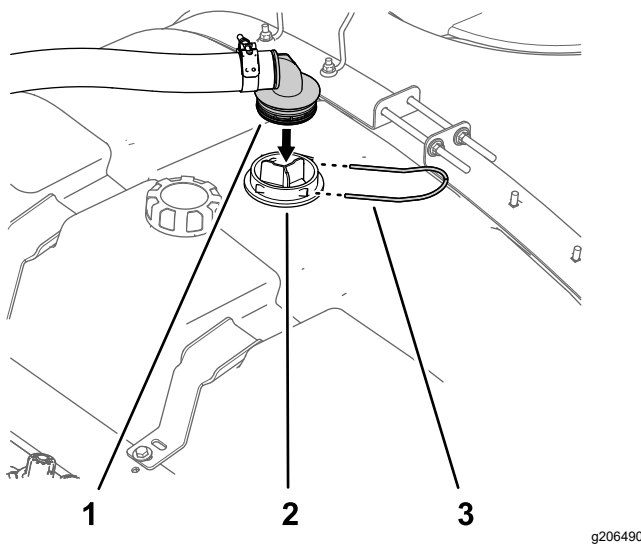

Figure 15
1. Placez le raccord à 90° cannelé du flexible d'alimentation en face du boîtier de la crépine d'aspiration (Figure 15).
2. Fixez le raccord à 90° au boîtier (Figure 15) à l'aide de l'étrier que vous avez retiré à l'opération 4 de Préparation de la cuve du pulvérisateur (page 7).